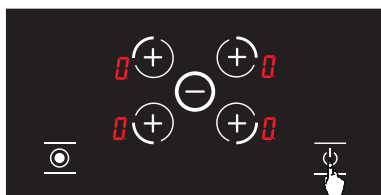

Abbildung 8
1. öffnet sich durch Berühren der Taste. (siehe Abb. 8)